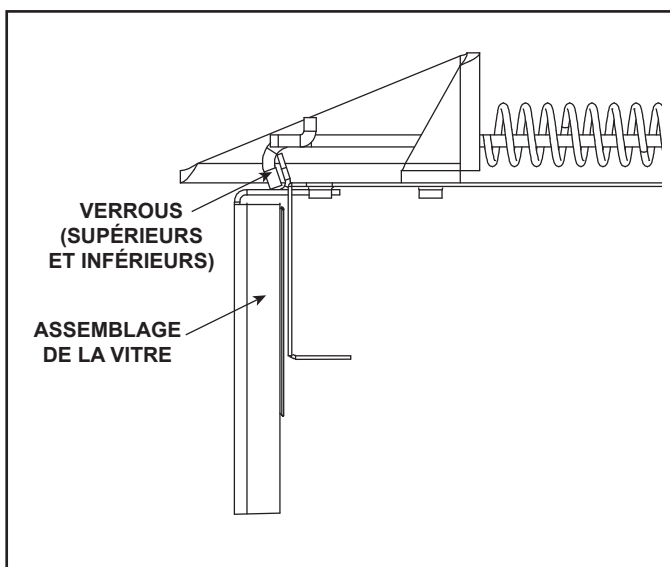

Figure 4.1 Panneau de verre fixe
- Sortez les quatre verrous du panneau de verre fixe hors de son cadre. Enlevez le panneau de verre fixe de l'appareil (voir la figure 4.1)
- Sortez les quatre verrous du panneau de verre fixe hors de son cadre. Retirez le panneau de verre de l'appareil. Voir la figure 4.1.